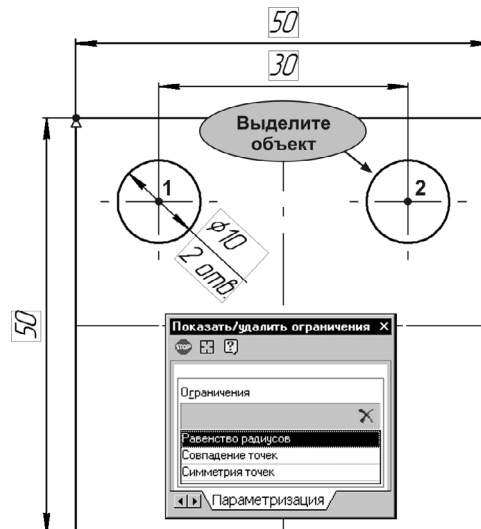

Рис. 62.26.
3. Проставьте диаметральный размер 10 мм и линейный размер 30 мм (рис. 62.26), проверьте связи и ограничения правой окружности.